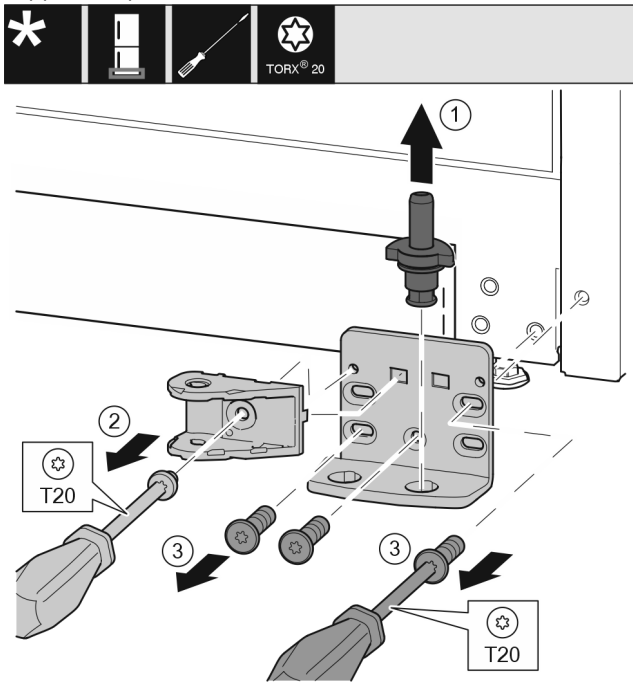

Fig. 40 *
- Retirer entièrement l'axe de palier Fig. 40 (1) par le haut.*
- Desserrer la vis Fig. 40 (2) avec un tournevis et retirer la liaison de l'amortisseur de fermeture.*
- Desserrer les vis Fig. 40 (3) avec un tournevis et retirer le support de palier.*